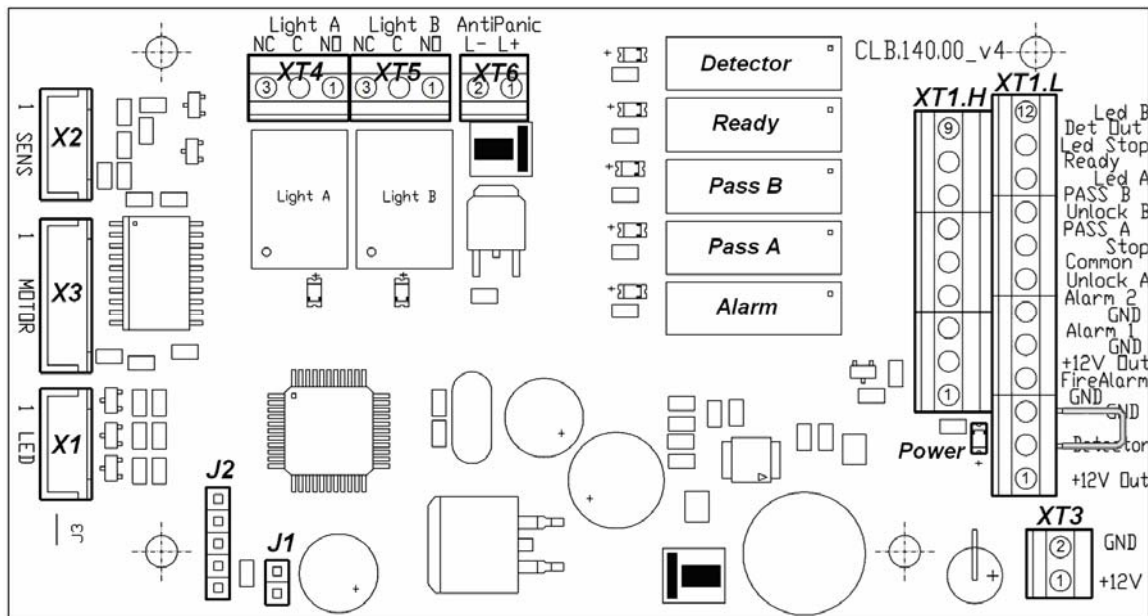

Рисунок 5. Внешний вид платы управления
ПДУ подключается к плате управления гибким многожильным кабелем (12) через клеммную колодку **ХТ1.L** (см. рис. 5 и 12).
Изменить ориентацию ПДУ относительно установки турникета (если по месту установки турникет обращен к оператору не лицевой, а тыльной стороной) можно, поменяв местами провода от ПДУ, подключаемые на контакты *Unlock A* и *Unlock B*, а также *Led A* и *Led B* соответственно (см. рис. 5 и 12).
Общий вид платы управления показан на рис. 5. На плате расположены:
Подключение указанных устройств производится с помощью кабеля (5) к соответствующим клеммным колодкам **ХТ1.Л** и **ХТ1.Н** платы управления в соответствии со схемой электрических соединений (см. рис. 5 и 12).
Обозначения установленных на плате управления клеммных колодок и назначение их контактов показаны на рис. 5.
Факт срабатывания/отпускания реле *PASS A*, *PASS B*, *Ready*, *Detector* и *Alarm* можно определить по загоранию/гашению красных индикаторов, которые установлены вблизи указанных реле (см. рис. 5).
Режим управления определяется наличием переключки на разъеме *J1* (расположение разъема *J1* показано на рис. 5 и на наклейке, расположенной на внутренней поверхности крышки с блоком индикации (2): переключка установлена – импульсный режим управления, переключка снята – потенциальный режим управления). При поставке переключка установлена.
Подключение ДКЗП производится к контактам, клеммной колодке ***ХТ1.L***, а сирены клеммной колодки ***ХТ1.H*** платы управления согласно схеме электрических соединений (см. рис. 5 и 12). ДКЗП должен иметь нормально-замкнутые контакты.
На контакты *Det Out* и *Common* клеммной колодки **XT1.H** платы управления (рис. 5) всегда транслируется сигнал о текущем состоянии ДКЗП.
Подключение устройства, подающего команду аварийного открытия прохода, производится к клеммной колодке **XT1.L** платы управления согласно схеме электрических соединений (см. рис. 5 и 12). Если вход *Fire Alarm* не используется, то необходимо установить перемычку между контактами *Fire Alarm* и *GND*. При поставке данная перемычка установлена.
Факт срабатывания/отпускаания реле *LIGHT A* и *LIGHT B* можно определить по загоранию/гашению красных индикаторов, которые установлены вблизи указанных реле (см. рис. 5). Выходные каскады для *LIGHT A* и *LIGHT B* – перекидные контакты реле (см. рис.к 9) со следующими характеристиками сигналов: